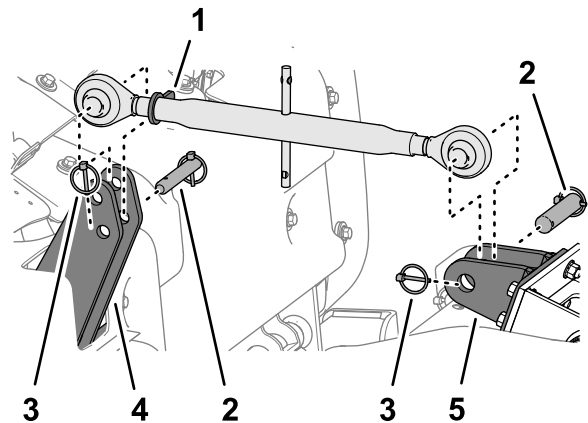

Figure 48
2. Desserrez l'écrou de blocage (Figure 48) et tournez la biellette de réglage supérieure pour soulager la tension entre la machine et le groupe de déplacement.
3. Retirez la goupille à anneau et l'axe d'articulation qui fixent la biellette de réglage supérieure aux plaques d'attelage supérieures de la machine (Figure 48).
4. Retirez la goupille à anneau et l'axe d'articulation qui fixent la biellette de réglage supérieure au support de biellette du groupe de déplacement (Figure 48).